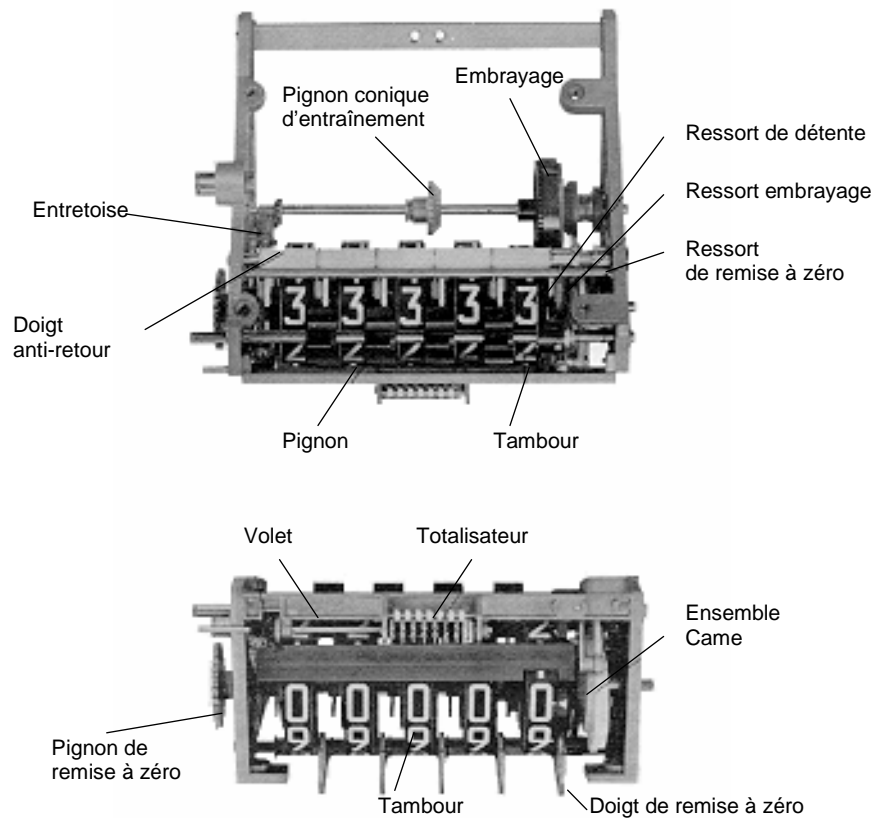

Figure 2. Vue interne de l'indicateur série 7887
2. L'indicateur fonctionne grâce à un axe d'entraînement connecté à un ensemble de pignons sur la plaque d'engrenage qui convertit les tours d'entraînement au rapport approprié. Le pignon conique de sortie de l'ensemble commande un pignon conique, figure 2, qui est connecté à l'axe d'entraînement et à l'ensemble embrayage. En tournant, cet axe entraîne un pignon sur l'ensemble embrayage qui à son tour entraîne un pignon sur l'ensemble tambour droit. Les tours sont alors cumulés sur les tambours. De plus, cet axe de rotation entraîne également l'entretoise connectée à l'axe du totalisateur d'accumulation, ainsi les deux affichages sont commandés à partir de la même source assurant un enregistrement précis des informations. Lors de la remise à zéro, l'embrayage est déconnecté de l'axe d'entraînement, un volet bouge couvrant les tambours et les doigts de remise à zéro s'engrènent avec les cames sur les tambours individuels pour les faire retourner à la position 0.